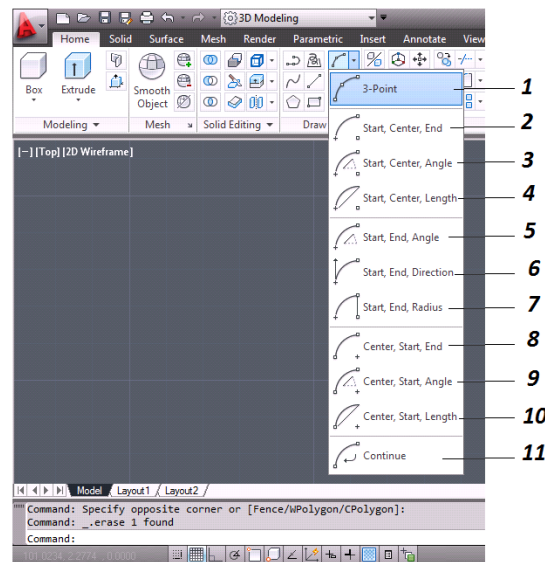

Figura 3.20 Creación de Entidades “Arco”
1. **3PUNTOS – 3 POINTS:** Se crea un arco, ingresando tres coordenadas implícitas o explícitas (*figura 3.20*).
2. **INICIO, CENTRO, FINAL – START, CENTER END:** Se crea un arco, ingresando inicio, centro y final (*figura 3.20*).
3. **INICIO, CENTRO, ANGULO – START, CENTER, ANGEL:** En este caso el inicio y el centro pueden ser coordenadas implícitas o explícitas, pero el ángulo debe ser un valor asignado (*figura 3.20*).
4. **INICIO, CENTRO, LONGITUD – START, CENTER, LENGHT:** El inicio y el centro son igual que le punto anterior, ahora la longitud deberá de tener un valor asignado (*figura 3.20*).
5. **INICIO, FINAL, ANGULO – START, END, ANGLE:** Igualmente el inicio y el final serán coordenadas implícitas o explícitas y el ángulo un valor asignado (*figura 3.20*).
6. **INICIO, FINAL, DIRECCION – START, END, DIRECTION:** el inicio, final y dirección pueden ser coordenadas explícitas o implícitas (*figura 3.20*).
7. **INICIO, FINAL, RADIO – STAR, END, RADIUS:** El inicio y el final serán de igual manera que las anteriores, solo el radio tendrá un valor asignado (*figura 3.20*).
8. **CENTRO, INICIO, FINAL – CENTER, STAR, END:** Igual que el punto 7.6.2 solo que ahora cambia el orden de elegir las coordenadas (*figura 3.20*).
9. **CENTRO, INICIO, ANGULO – CENTER, START, ANGLE:** De igual manera el centro y el inicio serán coordenadas implícitas o explícitas y solo el ángulo un valor asignado (*figura 3.20*).
10. **CENTRO, INICIO, DISTANCIA – CENTER, START, LENGHT:** De igual manera el centro y el inicio serán coordenadas implícitas o explícitas y solo la distancia será un valor asignado (*figura 3.20*).
11. **CONTINUO:** Sirve para crear un arco partiendo el ultimo punto ingresado (*figura 3.20*).